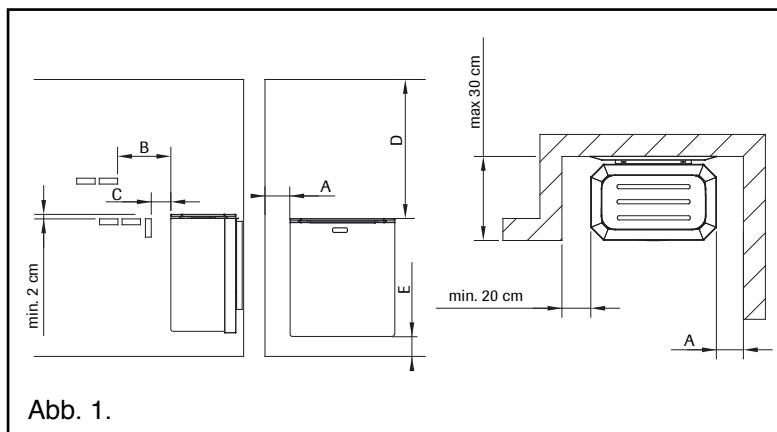

Abb. 1.
**) Siehe Abb. 1 *) Anschlusskabel: Gummikabel H07RN-F oder Vergleichbares
- Die NARVI NC-Saunaöfen mit 6,0 kW können auch in einer Wandvertiefung angebracht werden, wobei allerdings die Sicherheitsabstände entsprechend Abbildung 1 eingehalten werden müssen.